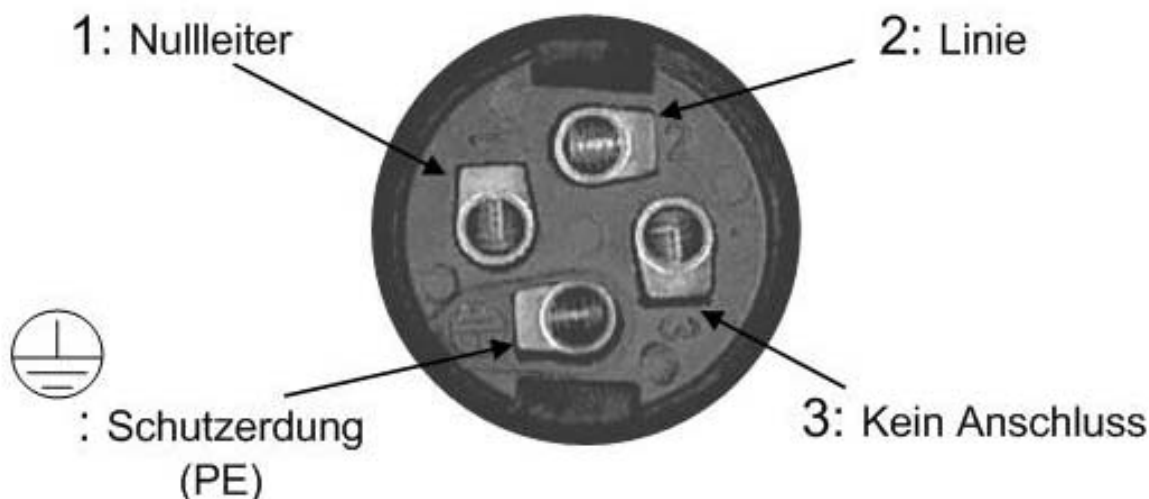

Abb. 11 Binder-Stecker
- 2) Das Kabel in die Gegenseite des mitgelieferten Binder-Steckers einfügen. Dabei darauf achten, dass die Angaben auf dem Kunststoffstück an den Anschlüssen gemäß Abb. 11 eingehalten werden: Anschluss 1 für Nullleiter, Anschluss 2 für Linie, Anschluss 3 nicht verbunden und Anschluss  Schutzerdung PE.